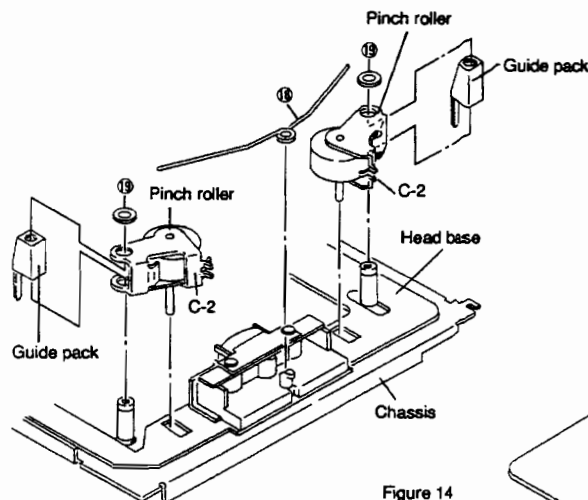

Figure 14
- [注意] ① リールの取り外し、取り付けの際、キャップをつかむと外れ易いので必ずギア部をつかんで行って下さい。
- (1) Remove pinch roller spring ⑬ as shown in Figure 14.
- (2) Remove M3.1 two lock washers ⑭ and remove the pinch roller and guide pack as shown in Figure 14.
- (3) Mount the pinch rollers following the removal steps in the reverse order. Apply the molykote G paste to the section C-2 as shown in Figure 14.
- NOTE: ① Make sure that the pinch rollers are thoroughly fixed and that they are not deformed.
② Do not reuse the used lock washers for remounting.
③ Take care to avoid damage by piercing and tearing.
- (1) ピンチローラー・スプリング⑬を外します。(図14参照)
- (2) 2個のロックワッシャー⑭ (M3.1) をそれぞれ外し、ガイドバックと一緒にピンチローラーを外します。(図14参照)
- (3) C-2部分にモリコートGペーストを塗布し、取り外し方の逆の手順で取り付けます。
- [注意] ① ピンチローラーの半掛け、変形のないこと。
② 一度使用したロックワッシャーは組立時には使用しないで下さい。
③ ロックワッシャー取り付け時、口開き、めくれのない様に注意すること。